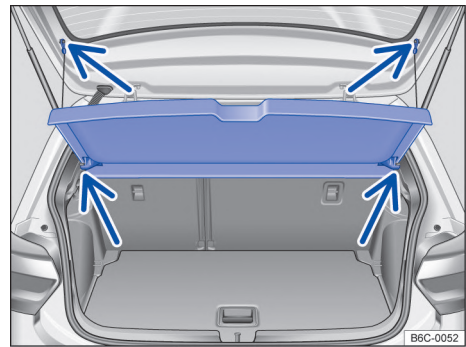

Fig. 150 En el maletero: desmontar y montar la bandeja trasera.
- Desenganchar los cordones de retención del soporte del portón trasero → **fig. 150** (flechas superiores).
- Retirar la bandeja trasera hacia atrás y hacia afuera de los soportes laterales → **fig. 150** (flechas inferiores).
- Empujar la bandeja trasera hacia adelante, introduciéndola en los soportes laterales → **fig. 150** (flechas inferiores).
- Encajar los cordones de retención en la portón trasero → **fig. 150** (flechas superiores). ▶